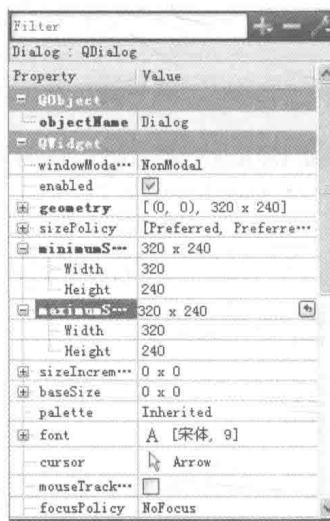

图 13-6 对话框设置窗口
(2) 修改对话框大小为宽 320，高 240，如图 13-6 所示。